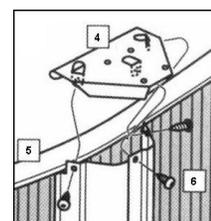

fig. 28
c.- Mettez une plaque supérieure T2 (4) (réf. 571) au-dessus du bord supérieur de la paroi de la piscine et sur le profil vertical (VER), avec les languettes à l'intérieur du profilé (fig. 28).
d.- Alignez les trous pour mettre les vis TO2 (6) (fig. 28) dans les trois trous du profil vertical, assurez-vous qu'ils se fixent dans les trous des languettes de la plaque T2 (6).